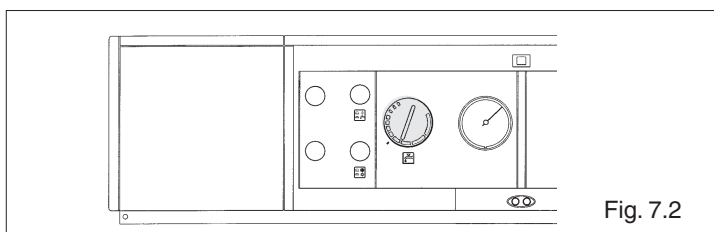

Fig. 7.2
- posizionare il Termostato bollitore alla temperatura desiderata (Fig. 7.2)